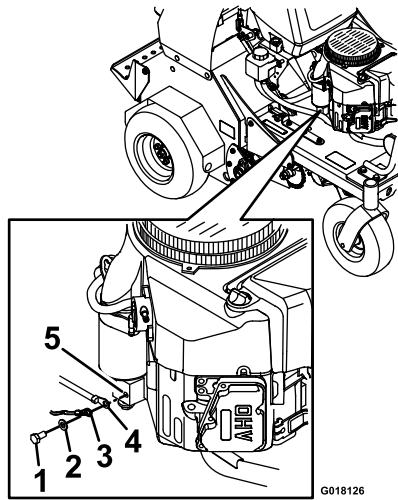

Figura 4
- Retire el tornillo, la arandela y el cable de tierra del motor. Conecte el cable negativo de la batería según se muestra en Figura 4.